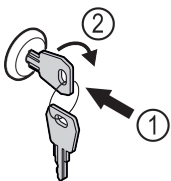

Fig. 158
- ▶ Introduceți cheia prin apăsare. Fig. 158 (1)
- ▶ Rotiți cheia cu 90° în sensul acelor de ceasornic. Fig. 158 (2)